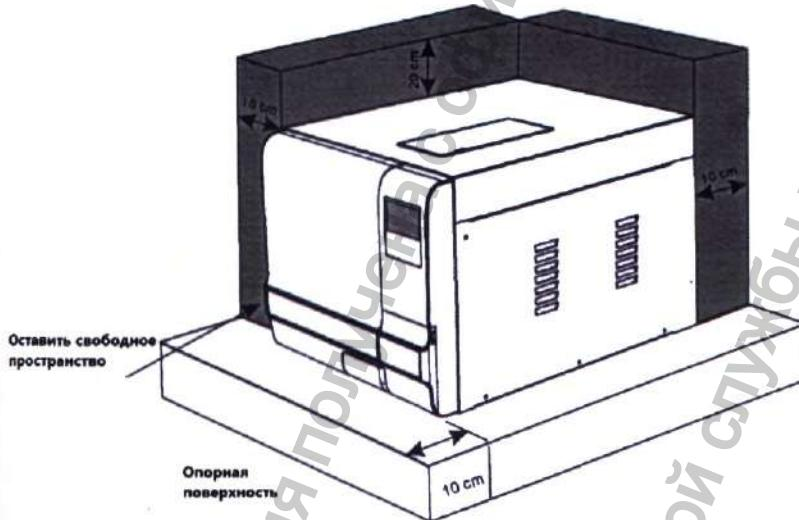

Рис. 2. Серым цветом показаны минимальные расстояния от поверхностей стерилизатора до стенок (перегородок) помещения.
- Откройте крышку емкости для воды 1,2 рис.2 и извлеките кабель питания (для STE-29-T, STE-45-T).
- Подключите питание переводом рычага автоматического электропредохранителя вверх, расположенный задней стенке (см. рис. 1, п. 16; см. рис.2, п 15). Включите автоклав кнопкой
вкл/выкл на передней панели (см. рис. 1, п. 12, см рис. 2, п. 7). Дисплей стерилизатора активируется и покажет состояние изделия: положение двери, уровень воды, рабочую программу, дату, время.